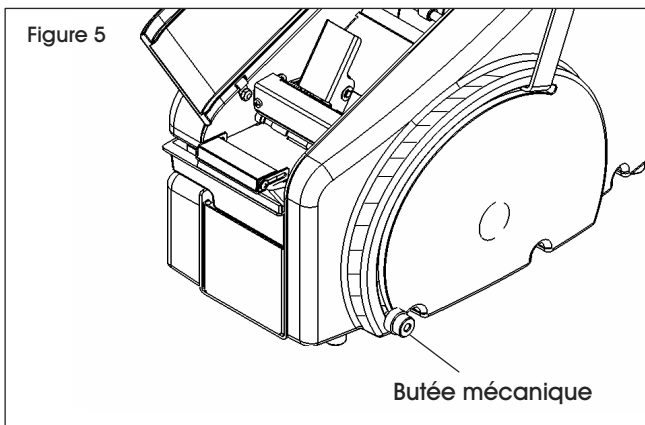

Figure 5
3. Si vous utilisez une longueur connue de façon répétée, une butée mécanique se trouve sur le côté du distributeur. (Voir Figure 5)